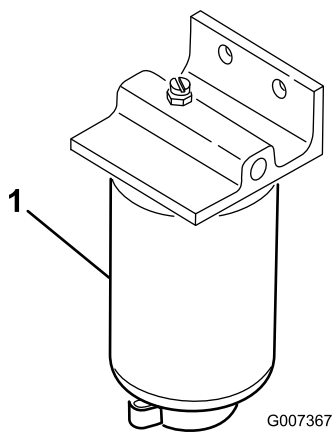

Figura 49
Spurgate ogni giorno l'acqua e altre sostanze contaminanti dal separatore di condensa (Figura 49).
2. Allentate il tappo di spurgo situato nella parte inferiore della scatola del filtro (Figura 49).